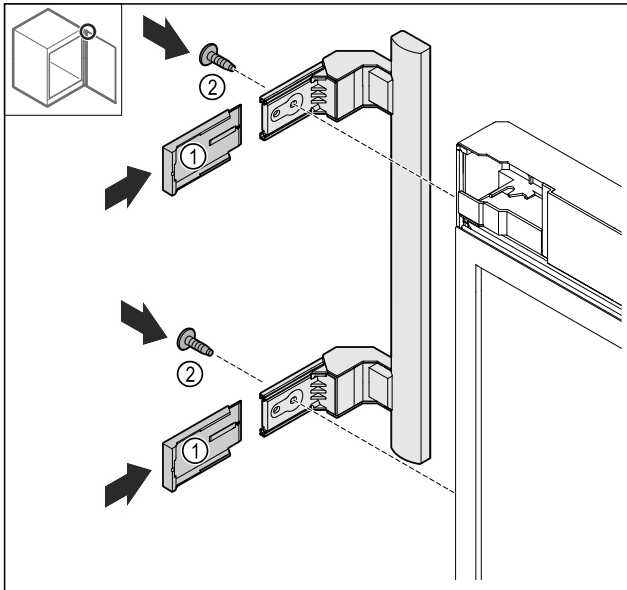

Fig. 22
- Abdeckungen Fig. 22 (1) aufschieben.